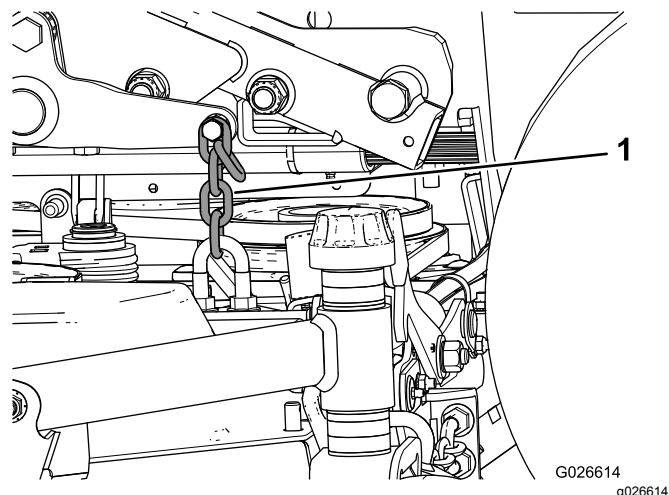

Figura 18
- B. Fixe a corrente de elevação traseira esquerda ao lado **exterior** do suporte de elevação com um parafuso e duas porcas (Figura 18).